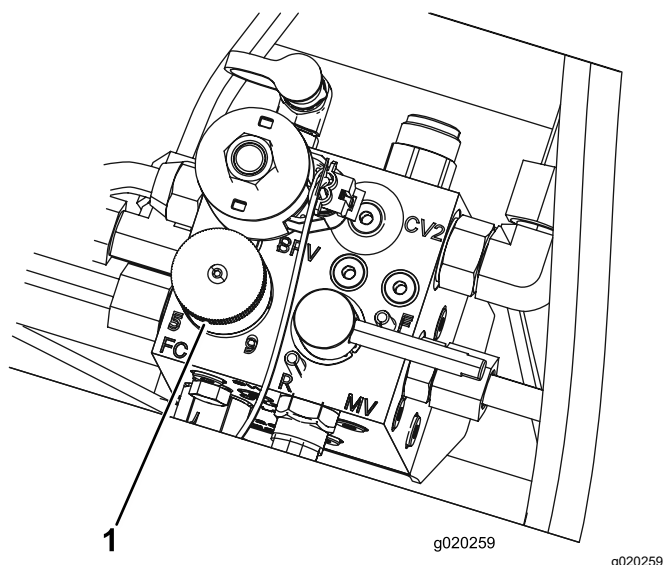

Figura 37
4. Per impostare la velocità dei cilindri girate la manopola (Figura 37) fino a portare la freccia in linea con il numero corrispondente all'impostazione desiderata.